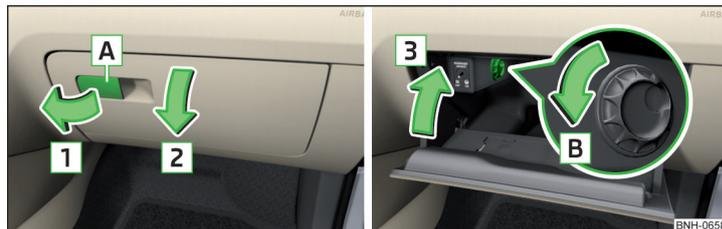

Fig. 87 Abrir el compartimento guardaobjetos / cerrar el compartimento guardaobjetos y abrir el suministro de aire
- ▶ Para **abrir**, tirar el tirador **A** en el sentido de la flecha **1** y plegar la tapa en el sentido de la flecha **2** » fig. 87.
- ▶ Para **abrir**, girar el regulador giratorio en el sentido de la flecha **B** hasta el tope » fig. 87.